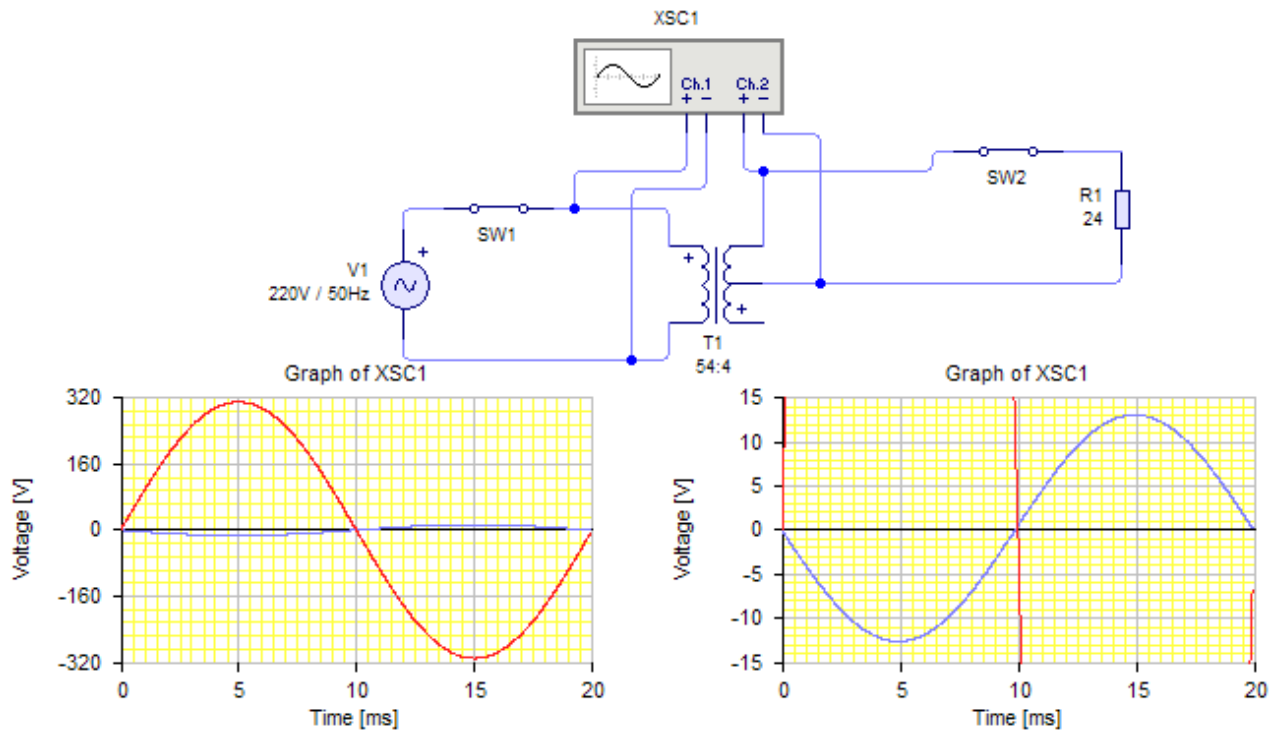

Fig. 5: Relevamiento en carga nominal del transformador
- Implementar en el simulador el circuito de ensayo con carga nominal del transformador que se muestra en la Fig. 5.